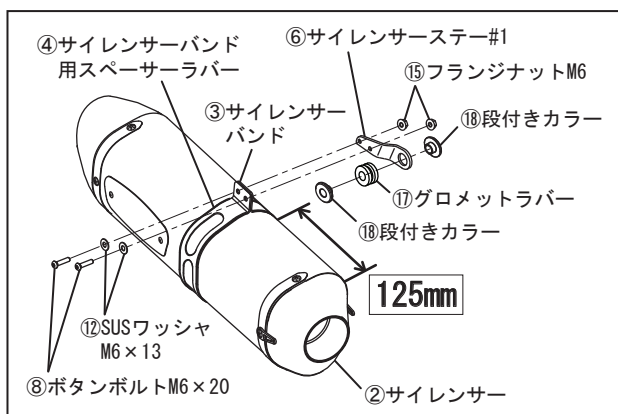

FIG. 10
8. ⑥サイレンサーステー#1に⑰グロメットラバーと⑱段付きカラーを取り付けて下さい。次に、③サイレンサーバンドに④サイレンサーバンド用スペーサーラバーを取り付けてから②サイレンサーに通し、⑧ボタンボルトM6×20、⑫SUSワッシャM6×13、⑮フランジナットM6を使用して、サイレンサーカバー前端から125mmの位置で⑥サイレンサーステー#1を仮締めして下さい。(FIG. 10, 11参照)